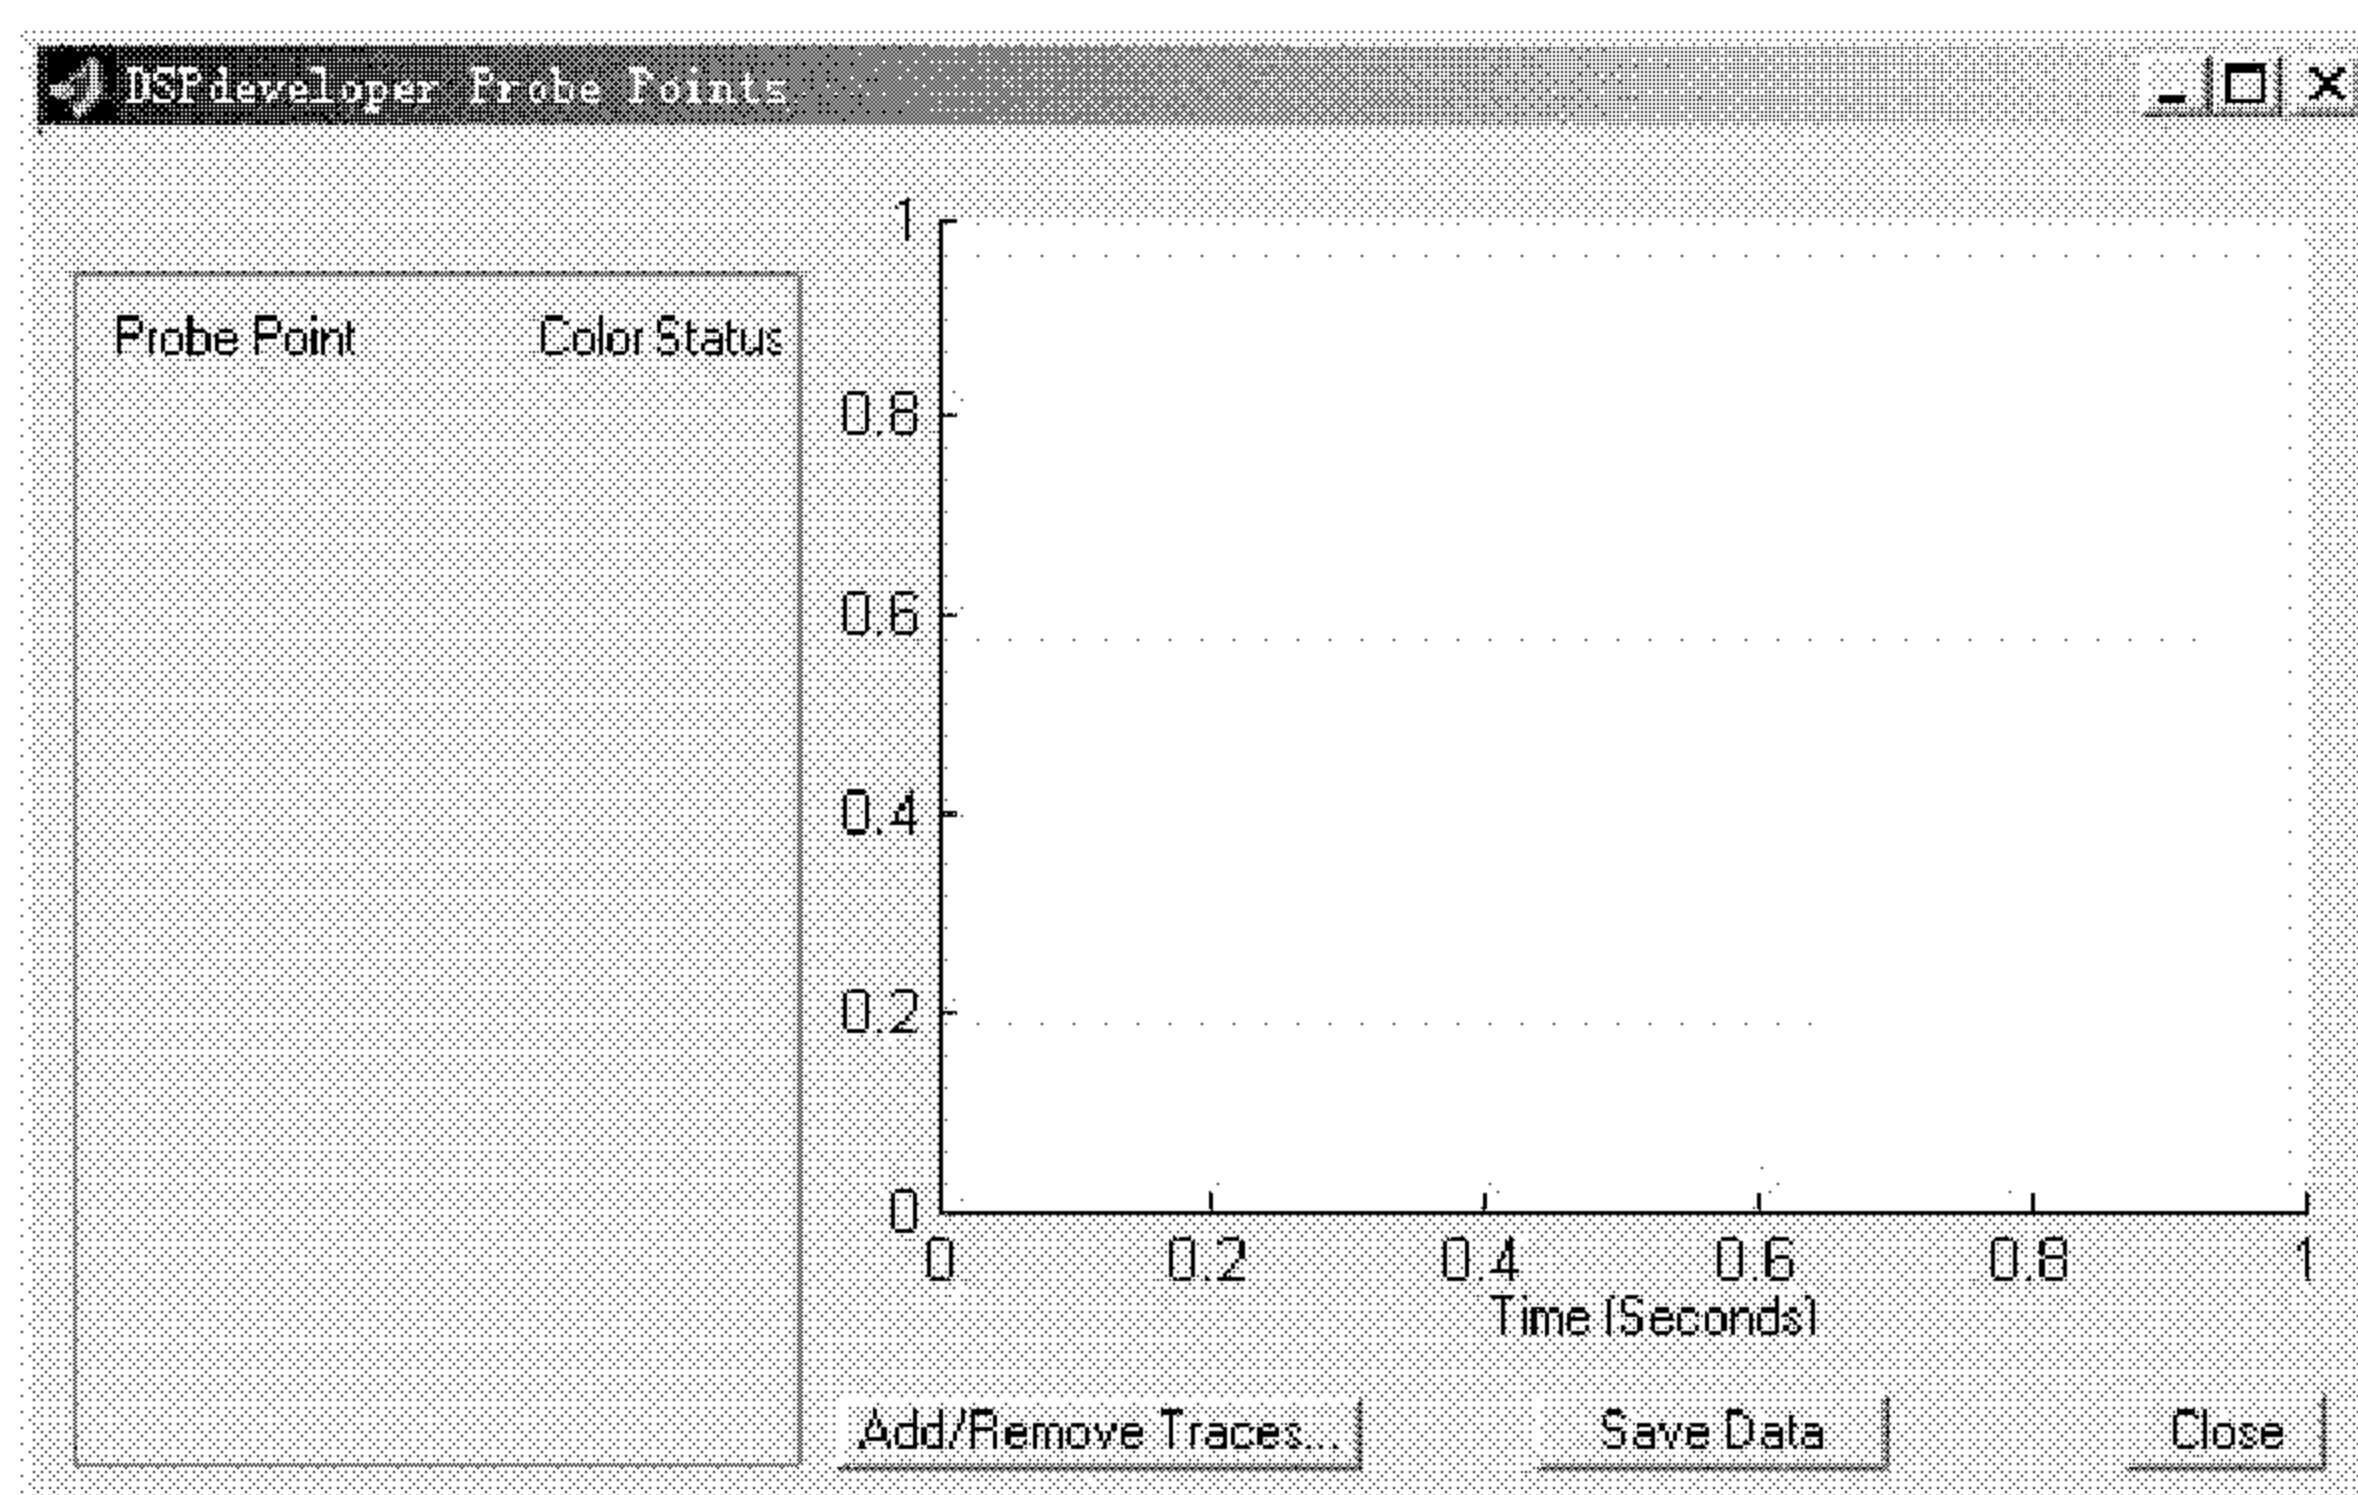

图 7.9 探点数据显示窗口
(12) 设置完探点后，点击 DSPdeveloper 控制面板上的 Display Probe Points 按钮，打开探点数据显示窗口，如图 7.9 所示。